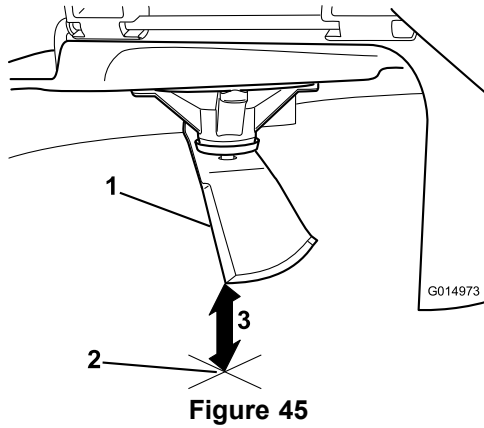

Figure 45
- Mesurez la distance entre la pointe de la lame et la surface plane (Figure 45).